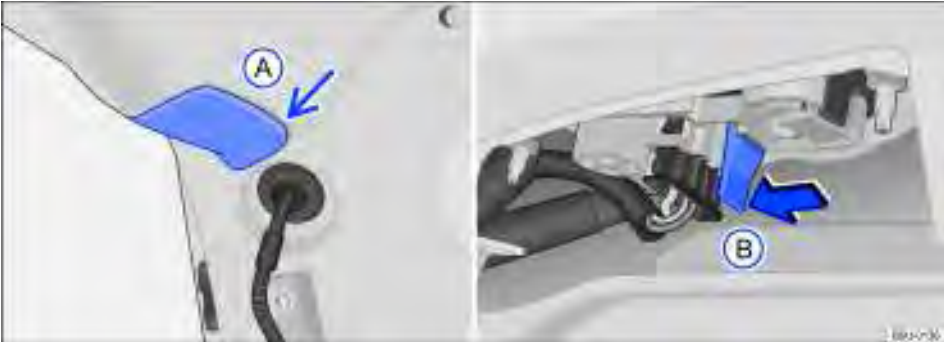

Fig. 183 Na tampa do compartimento de bagagem: remover a cobertura e suporte das lâmpadas.
3.	Com o auxílio de uma chave de fenda, remover cuidadosamente a cobertura (A) ⇒ Fig. 183 na tampa.
4.	Para destravar o suporte das lâmpadas, pressionar a lingueta de travamento (B) ⇒ Fig. 183 e puxar o suporte das lâmpadas para fora.